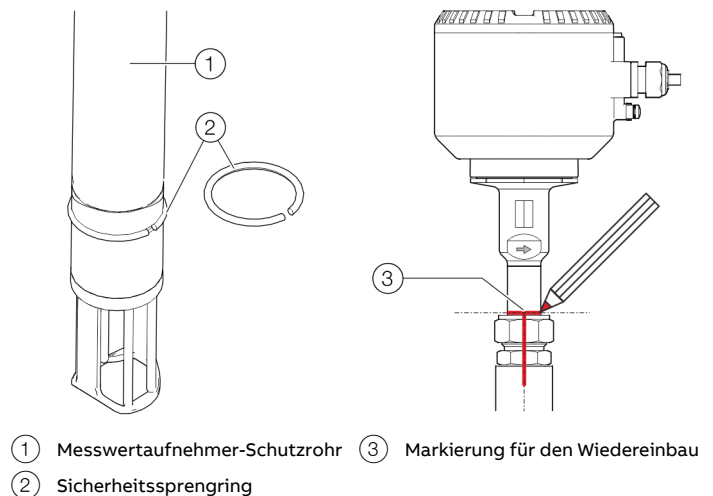

Abbildung 19: Sprengring und Markierung
- Sicherheitssprengring mit Montagezange in die Sprengringnut einsetzen (Siehe **Abbildung 19**, Pos. ②).
5. Die Ausrichtung und Höhe des Messwertaufnehmers mit einem geeigneten Stift auf dem Messwertaufnehmer-Schutzrohr, Klemmringverschraubung sowie dem Aufschweißadapter markieren (Siehe **Abbildung 19**, Pos. ③). Die Markierung der Überwurfmutter dient auch als Ausgangsposition (6 Uhr-Position, siehe **Abbildung 20**) für das Anziehen der Klemmringverschraubung
3. Die Ausrichtung und Höhe des Messwertaufnehmers mit einem geeigneten Stift auf dem Messwertaufnehmer-Schutzrohr, Klemmringverschraubung sowie dem Aufschweißadapter markieren (Siehe **Abbildung 19**, Pos. ③).
1. Sicherstellen, dass der Sicherheitssprengring in der vorgesehenen Sprengnuten eingelegt ist (Siehe **Abbildung 19**, Pos. ②).